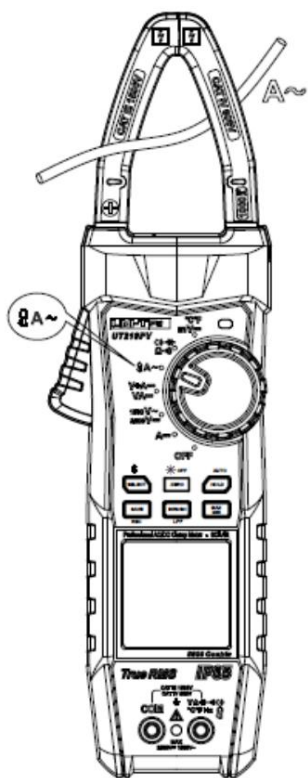

Figura 8
4. Măsurarea curentului alternativ (cleme de fixare și senzor de curent flexibil) (Figura 8 și Figura 9)